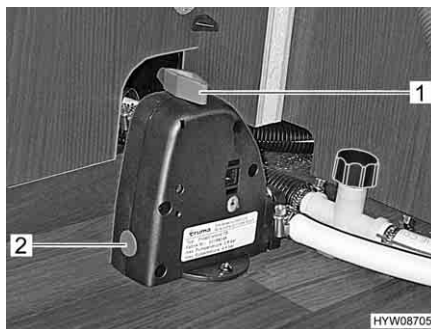

Fig. 127 Valvola di sicurezza/di scarico del boiler
Il boiler è dotato di una valvola di sicurezza/di scarico (Fig. 127). La valvola di sicurezza/di scarico impedisce che l'acqua congeli nel boiler in presenza di basse temperature esterne, quando il riscaldamento dell'autocaravan non è acceso.
- Chiudere la valvola di sicurezza/di scarico. A tal fine ruotare la manopola (Fig. 127,1) verticalmente rispetto alla valvola di sicurezza/di scarico e premere verso l'interno il bottone automatico (Fig. 127,2).
- Aprire la valvola di sicurezza/di scarico. A tal fine ruotare la manopola (Fig. 127,1) nel senso della lunghezza della valvola di sicurezza/di scarico. Il bottone automatico (Fig. 127,2) scatta all'infuori. Il boiler viene svuotato verso l'esterno tramite la valvola di sicurezza/di scarico.